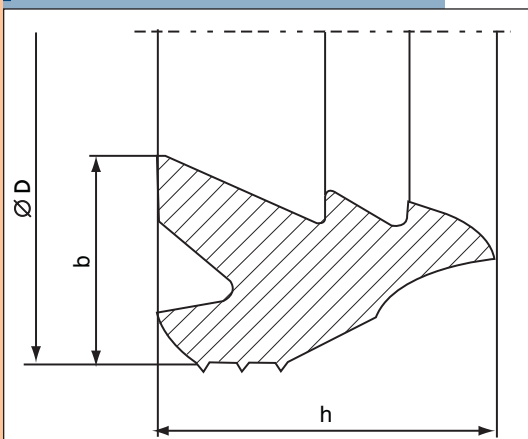

Рис. 4. Уплотнительное кольцо фирмы M.O.L.
Так, фирма M.O.L. (Германия) выпускает уплотнительные кольца (рис. 4) из резины SBR с твердостью 60 ± 5 (SBR 60 ± 5 IRHD). В зависимости от исполнения, они предназначены для применения в питьевых водопроводах с рабочей температурой до 50°C (тип WA), трубопроводах технической воды, системах водоотлива и канализации с рабочей температурой до 45°C (временное 95°C (WC)); уплотнения третьего типа (WG) рассчитаны на условия эксплуатации колец